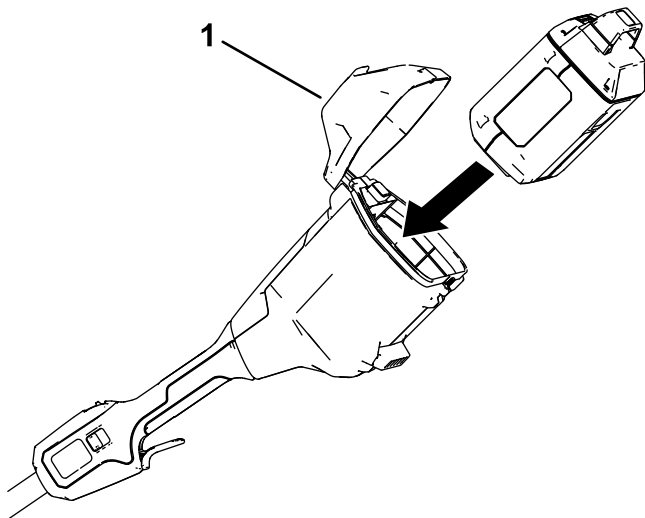

Bild 7
2. Öffnen Sie die Batterieabdeckung (Bild 7).
3. Fluchten Sie das Loch im Akkupack mit der Zunge im Deckel des Batteriekastens aus (Bild 7).
4. Schieben Sie das Akkupack in den Batteriekasten, bis das Akkupack einrastet (Bild 7).